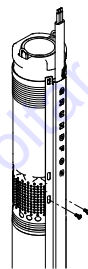

Fig. 10
3. Fastgør kabelbeskytteren til pumpens indløbsi med de to medleverede selvskærende skruer. Se fig. 10.